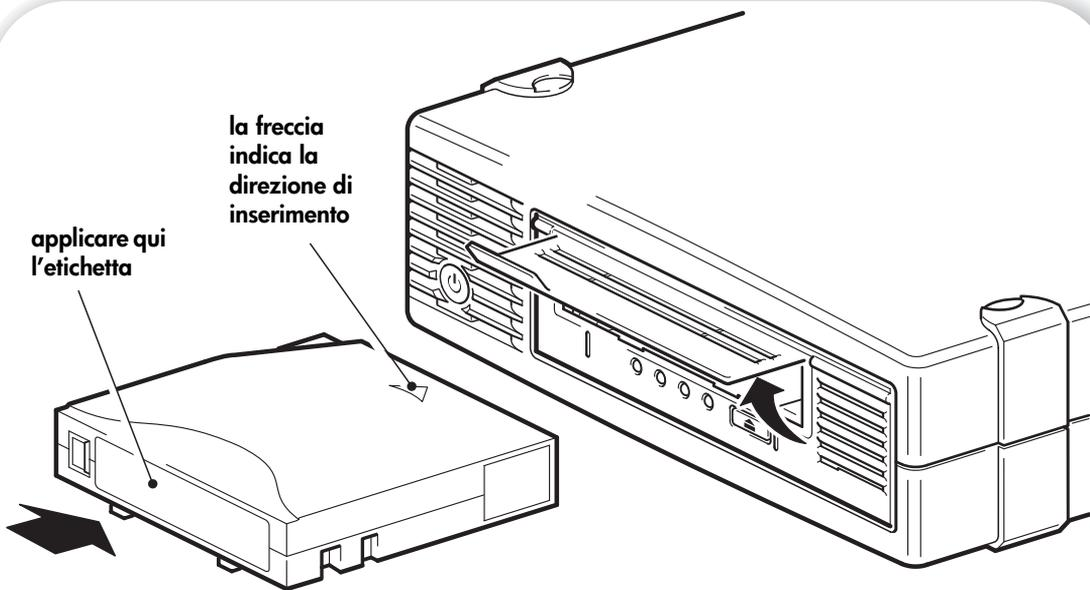

Figura 7a: caricamento di una cartuccia
- 1 Sollevare lo sportello della cartuccia e inserire la cartuccia nello slot situato nella parte anteriore dell'unità facendo attenzione che la freccia bianca si trovi nella parte superiore e rivolta verso lo sportello dell'unità. Esercitare una lieve pressione fino a che l'unità non aggancia e carica la cartuccia (vedere la figura 7a).